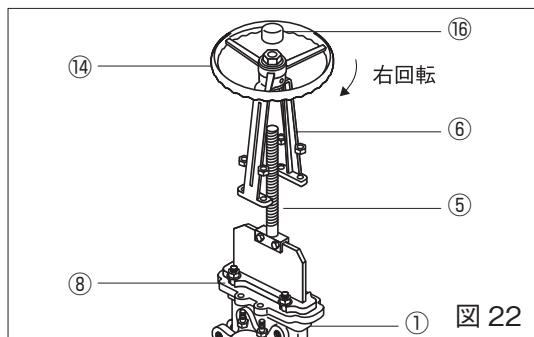

図 22
1. ヨーク、ヨークスリーブ、ハンドルの取り外し：ステムキャップ⑯を弁棒⑤から外します。ヨーク⑥と弁箱①を止めているボルト⑧を外します。次にハンドル⑭を右回転させながら、ヨーク⑥、ヨークスリーブ⑩、ハンドル⑭と共に弁棒⑤より取り外します。(図 22)